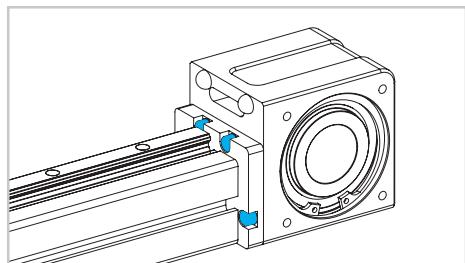

Fig. 8
- 5) Nelle taglie 30 e 50 svitare le 4 viti poste sulla flangia di interfaccia (fig. 8).